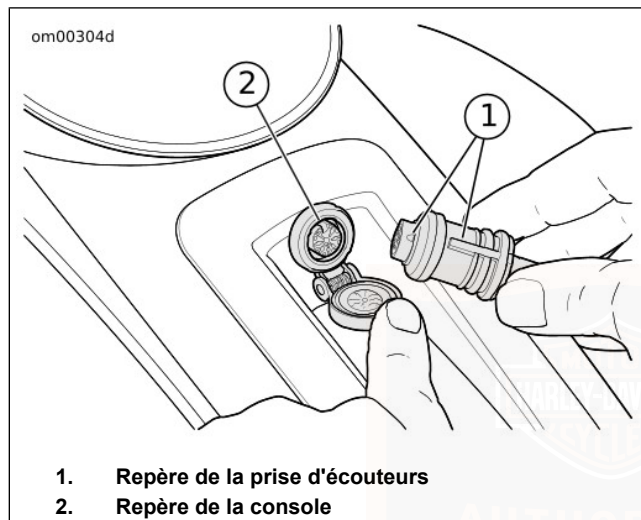
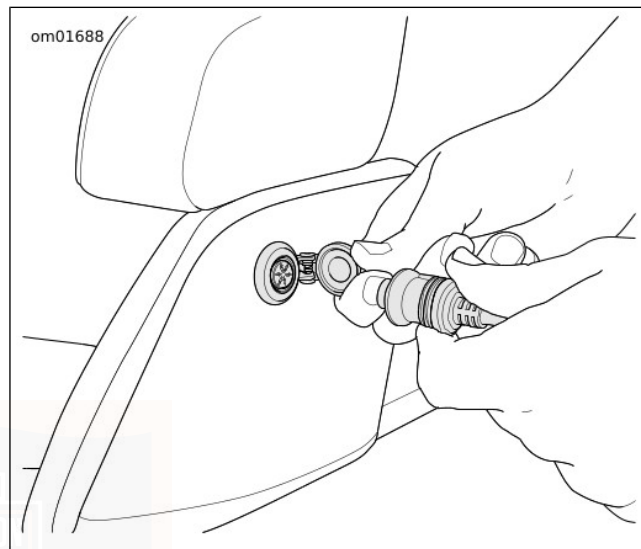

Figure 24. Connecteur pour écouteurs conducteur
Figure 25. Connecteur pour écouteurs passager
Voir Figure 24 et Figure 25. Certains véhicules sont équipés d'un connecteur pour écouteurs conducteur sur le panneau du réservoir de carburant et d'un connecteur pour écouteurs passager sur l'enceinte de haut-parleur gauche. Les écouteurs sont utilisés pour la radio bande publique (CB), l'intercom, la reconnaissance vocale et d'autres fonctions sur les modèles qui en sont équipés.